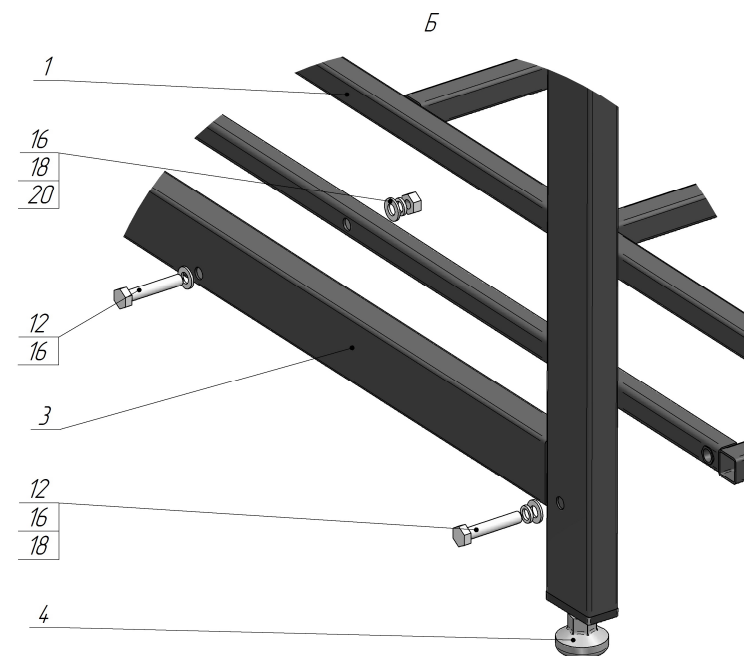

Рис. 4 – Установка нижней полки и опор.
7.3 Закрутить регулируемые опоры поз. 4 в боковины поз. 3 (см. рис. 4).
7.4 Закрепить боковины поз. 3 к полке нижней поз. 1 (см. рис. 4) с помощью крепежа поз. 12, 16, 18, 20.